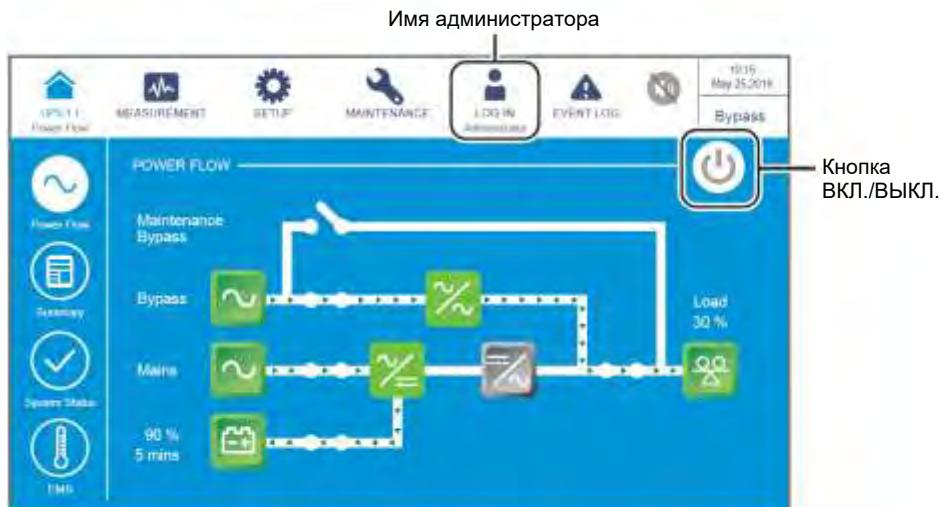

Рисунок 6-29: Главный экран: положение кнопок имени администратора и ВКЛ. / ВЫКЛ
- 7 Следует войти в систему как **Администратор**. Для получения пароля **Администратора** свяжитесь с персоналом по техническому обслуживанию. После входа в систему убедитесь, что вход произошел под именем **Администратора** (см. Рисунок 6-29).